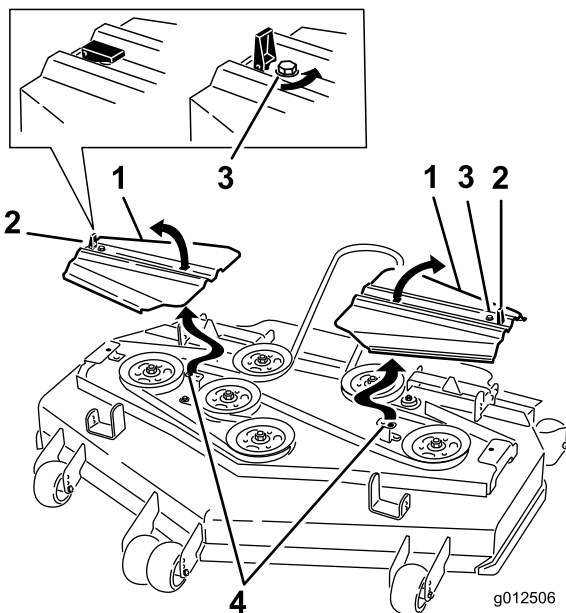

Bild 90
- Setzen Sie die Riemenabdeckungen auf. Die Nasen sollten in den Schlitzn stecken. Setzen Sie die Schrauben und schließen Sie die Laschen (Bild 90).